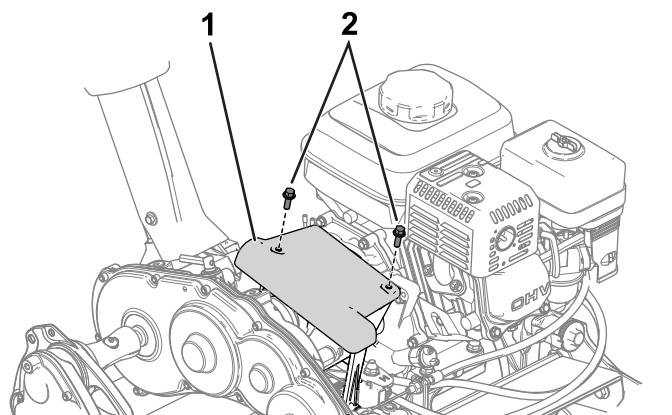

Figure 33
- Déposez le couvercle d'embrayage pour accéder au disque de friction et au plateau de pression (Figure 33).